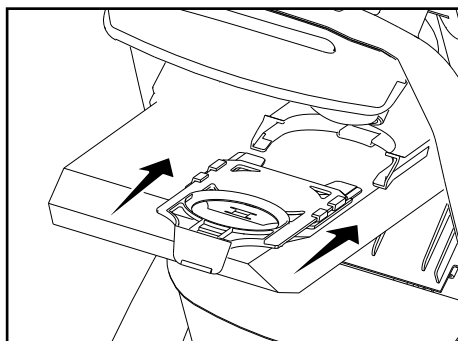

Fig. 3
- Para instalar una bolsa nueva, deslice la parte inferior del collarín rojo de la bolsa en el soporte de la bolsa hasta que encaje en su lugar (Fig. 3).